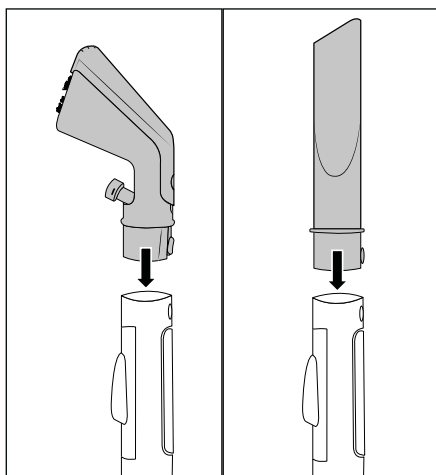

Fig. 3
- ◆ Conecte la boquilla para tapicería **22** o la boquilla rinconera **29** en el tubo de rociado/aspiración **19** hasta que el botón de bloqueo **25/42** encastre (consulte la fig. 3).